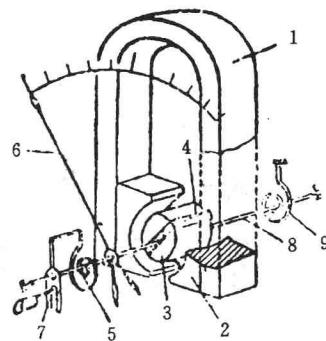

图 1.1-1 磁电式仪表的测量机构
(1) 磁电系仪表 磁电系仪表的测量机构见图 1.1-1。它由马蹄形永久磁铁 1、极靴 2 和圆